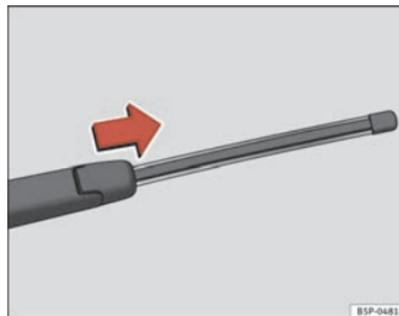

Abb. 183 Heckwischerblatt abnehmen
- Klappen Sie den Scheibenwischerarm von der Heckscheibe weg ⇒ Seite 248, Abb. 183.
- Schieben Sie den Wischerblattadapter in Pfeilrichtung und ziehen Sie das Wischerblatt ab ⇒ Seite 248, Abb. 183.